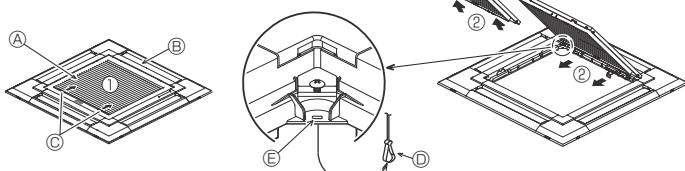
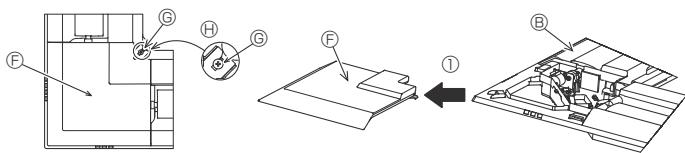

Fig. 9-3
Fig. 9-4
9.2.1. Demontering av insugsgrillen (Fig. 9-3)
- Skjut armarna i den riktning som visas på pilen ① för att öppna grillen.
- Med insugsgrillen i läge "öppen", ta bort gångjärnen på insugsgrillen från grillen som visas med pilen ②.
9.2.2. Demontering av hörnpanel (Fig. 9-4)
- Lossa de 4 skruvarna på hörnpanelen. Skjut hörnpanelen i pilens riktning ① i figuren och ta bort hörnpanelen.
[Fig. 9-3] [Fig. 9-4]